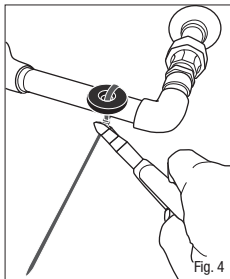

Fig. 4
5. Corte el exceso de sujetador, hasta 2-4 mm de la cabeza. Gire hacia abajo la parte cortada para minimizar el contacto con la orilla del sujetador (ver Fig. 4).
5. Corte o excesso do tirante, aproximadamente 2-4 mm em relação a trava. Vire a parte de corte para minimizar o contato potencial com qualquer outra superfície (ver Fig. 4).